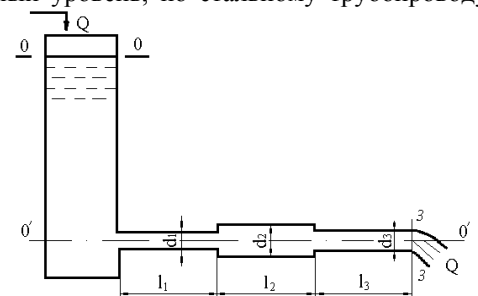

рис. 1
2. Из открытого резервуара, в котором поддерживается постоянный уровень, по стальному трубопроводу (эквивалентная шероховатость  $\Delta = 0,1$  мм), состоящая из труб разного диаметра  $d$  и различной длины  $l$  ( $d_1 = 50$  мм,  $l_1 = 5$  м,  $d_2 = 100$  мм,  $l_2 = 2,5$  м,  $d_3 = 75$  мм,  $l_3 = 3$  м) вытекает в атмосферу вода, расход которой  $Q = 10$  л/с, температура  $t = 60^\circ\text{C}$  (рис.1).